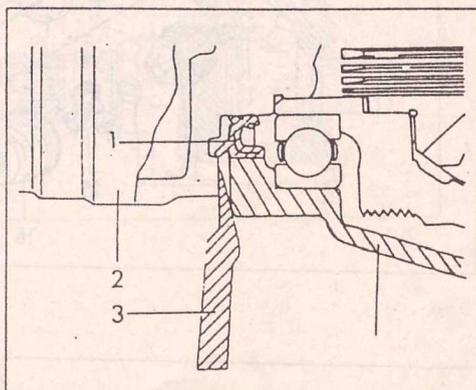

Рис. 188.
- Вставить ключ для отворачивания гаек колес между коробкой передач и корпусом приводного шарнира (не более чем на 7 мм), как показано на рис. 188, и коротким рывком вывести вал из зацепления с коробкой передач. При этом не следует тянуть за вал, так как это может привести к повреждению шарнира равных угловых скоростей.